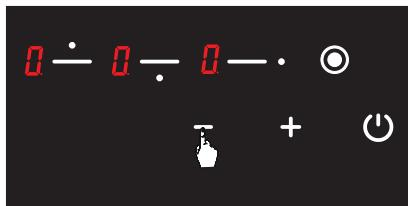

Рис. 22
3. Нажмите кнопку **-** еще раз (см. Рис. 22). Это необходимо сделать сразу после 2-го шага. Блокировка от детей будет отключена. Это означает, что блокировка ребенка останется пассивной, даже если варочная панель перезапускается.